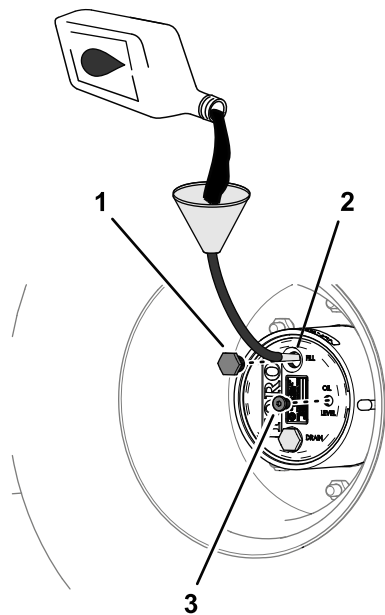

Figura 85
4. Si el nivel de aceite es bajo, retire el tapón de llenado y añada aceite del tipo especificado hasta que salga del orificio del tapón de verificación (Figura 85).
6. Instale el tapón de llenado y el tapón de verificación (Figura 85).
1. A través del orificio del tapón de llenado, añada lentamente el lubricante de engranajes especificado; consulte la Figura 85 en Comprobación del lubricante de la transmisión planetaria \(página 68\).
3. Instale el tapón de llenado y el tapón de nivel de aceite; consulte la Figura 85 en Comprobación del lubricante de la transmisión planetaria \(página 68\).